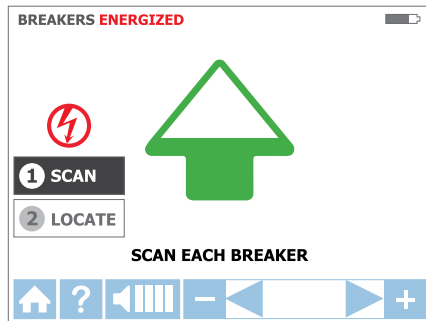

Figure 3.3b
Étape 1 - ❶ BALAYAGE :
1. L'appareil démarre automatiquement en mode ❶ BALAYAGE comme indiqué en Figure 3.3b.